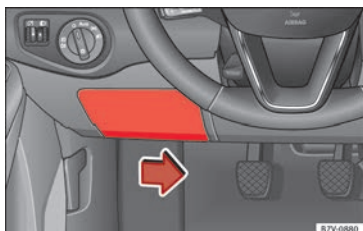

Fig. 59 En el tablero de instrumentos del lado del conductor: tapa de la caja de fusibles.
- Para liberar la tapa desplace hacia la derecha la maneta de accionamiento situada en la parte inferior de la misma »» fig. 59.